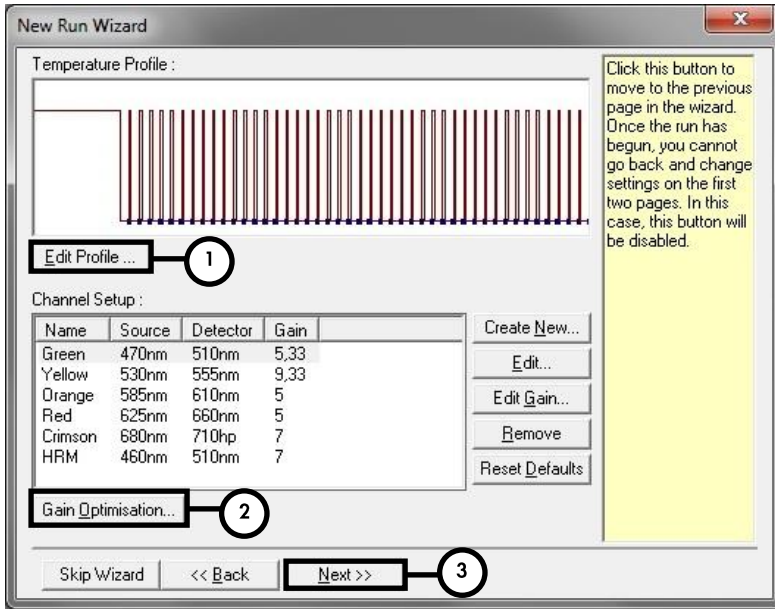
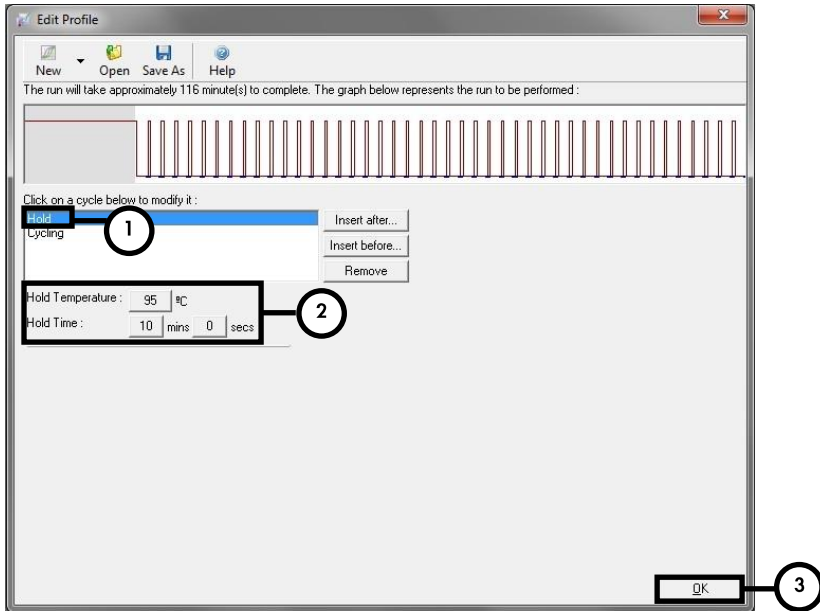
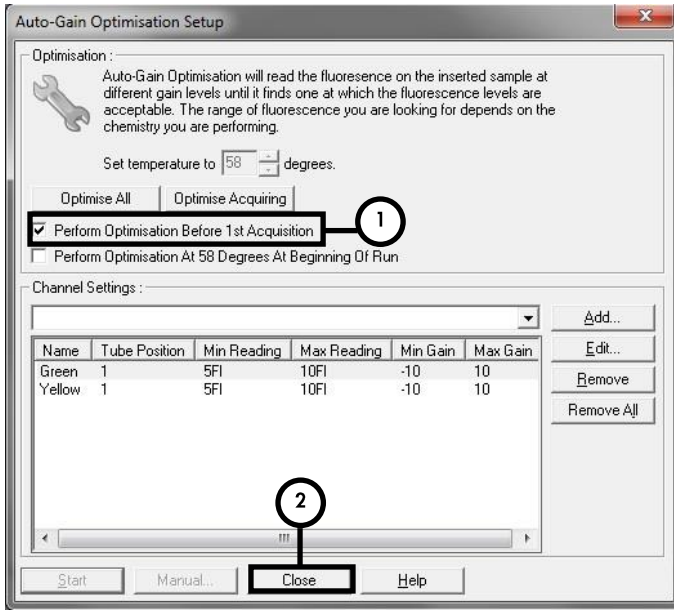

Abbildung 4. Bearbeiten des Profils.
Abbildung 5. Initiale Aktivierung des Hot-Start-Enzyms.
Abbildung 7. Einstellen der Sensitivität der Fluoreszenzkanäle.
Initiale Aktivierung des Hot-Start-Enzyms	Abbildung 5
Einstellen der Sensitivität der Fluoreszenzkanäle	Abbildung 7
9. Klicken Sie im nächsten Dialogbereich **New Run Wizard** (Abbildung 4) auf die Schaltfläche **Edit Profile** (Profil bearbeiten) und programmieren Sie das Temperaturprofil wie in Abbildung 5 und 6 gezeigt.
10. Der Messbereich der Fluoreszenzkanäle muss auf die Fluoreszenzintensitäten in den PCR-Röhrchen abgestimmt werden. Klicken Sie im Dialogbereich **New Run Wizard** auf **Gain Optimisation** (Optimierung der Verstärkung) (siehe Abbildung 4, Schritt 2), um den Dialogbereich **Auto-Gain Optimisation Setup** (Einrichten der Optimierung der automatischen Verstärkung) anzuzeigen (Abbildung 7). Markieren Sie das Ankreuzfeld **Perform Optimisation Before 1st Acquisition** (Optimierung vor 1. Akquisition durchführen) (Abbildung 7). Achten Sie darauf, dass beide Kanäle (Green und Yellow) für **Auto-Gain Optimisation** (Optimierung der automatischen Verstärkung) ausgewählt sind (Abbildung 7). (Wählen Sie die Kanäle im Dropdown-Menü unter **Channel Settings** [Kanaleinstellungen] aus und klicken Sie auf die Schaltfläche **Add** [Hinzufügen]). Klicken Sie nach Beenden der Verstärkungskalibrierung auf die Schaltfläche **Close** (Schließen) des Dialogbereichs **Auto-Gain Optimisation Setup**.